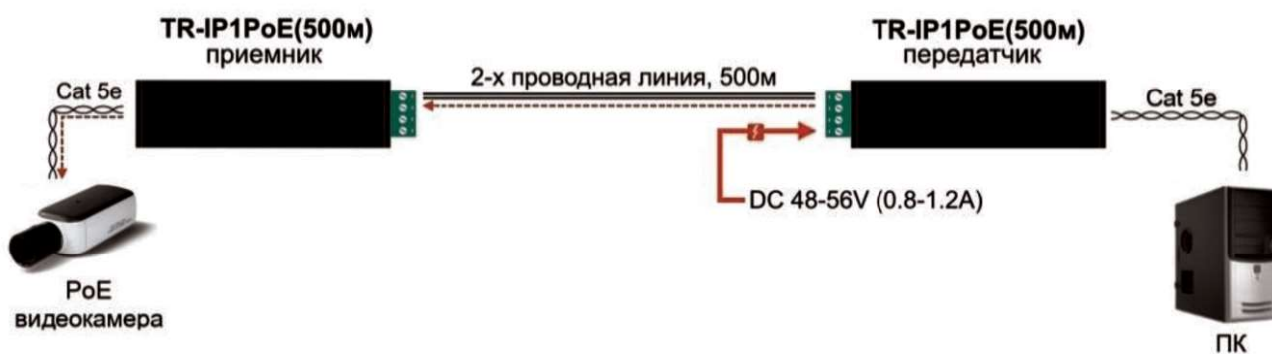

Рис.3 Типовая схема подключения удлинителя TR-IP1PoE(500м), передатчик работает как PoE инжектор
- От блока питания DC48-56V(0.8-1.2A) (*приобретаются отдельно*), подключается к передатчику. Приемник получает питание от передатчика по линии (Рис.3);